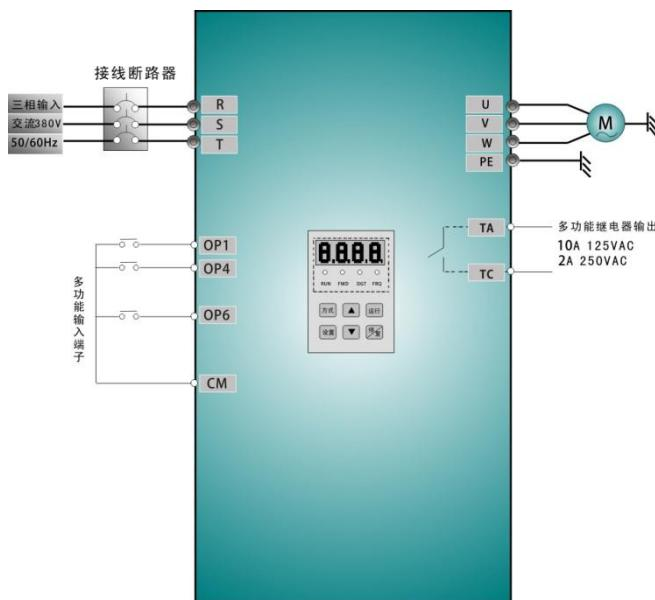

图 4-2 接线图 2
- (1) 按图 4-2 配线，检查接线正确后，合上空气开关，变频器上电；
- (2) 按方式键，进入编程菜单。
- (3) 设置变频器的功能参数；
- ① 进入 F203 参数，设置为 0，选择频率设定方式为数字给定记忆；
- ② 进入 F113 参数，设置目标频率为 50.00Hz；
- ③ 进入 F208 参数，设置为 1，选择二线控制模式 1（注意：F208 不等于 0 时，F200, F201, F202，不再有效）
- (4) 闭合 OP4 开关，变频器开始反向运行；
- (5) 在运行中，可按动▲和▼键，修改变频器当前频率；
- (6) 在运行中，断开 OP4 开关，再闭合 OP6 开关，电机运行方向改变；（注意：请用户根据负载情况设置正反转死区时间 F120，如过短可能会出现变频器 OC 保护）
- (7) 断开 OP4 开关和 OP6 开关，电机减速，直到停止运行。
- (8) 断开空气开关，变频器断电。